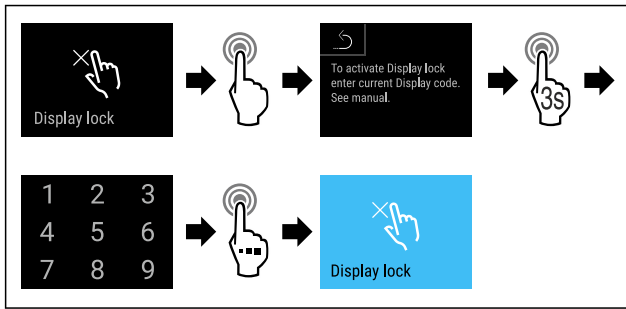

Fig. 79
- ▶ Handlungsschritte (siehe Fig. 79) durchführen.